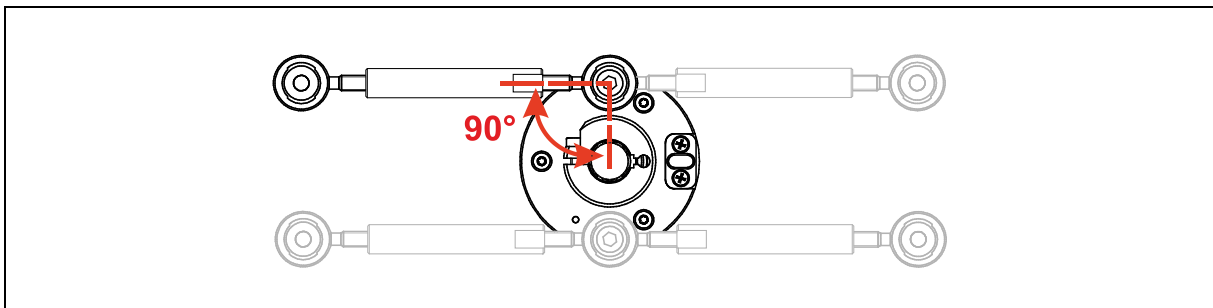

Abbildung 13: Gelenkkopfstab – Montagevarianten
- Um das Mess-System optimal zu stützen, muss der Gelenkkopfstab im 90°-Winkel zur Verbindungslinie von Gewindebohrung zum Wellenmittelpunkt montiert werden, siehe Abbildung 13.